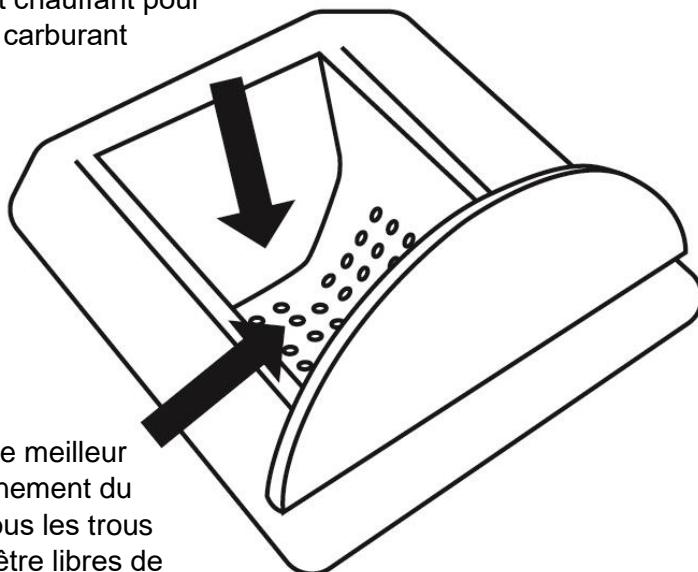

Figure 16
- LA CHAUFFERIE (En forme de boîte) - elle brûle les granulés fabriqués à partir de la masse de bois. Voir Figure 16. Il est recommandé que la chaufferie soit nettoyée avec l'aspirateur après chaque utilisation, **tous les jours** (lorsque **le poêle** est froid). Chaque jour, il est recommandé de sortir la chaufferie et s'assurer qu'il n'y a pas de cendres résiduelles au fond de celle-ci, ainsi que des granulés non brûlés qui ont été recueillis au fond de la chaufferie. Ensuite, remettez la chaufferie et mettez-la fermement en place pour assurer le fonctionnement sécurisé du fourneau. La chaufferie doit se tenir droite - horizontal, elle ne doit pas être inclinée! La bande d'étanchéité de la face inférieure de la chaufferie doit être à sa place, et ne doit pas être endommagée.